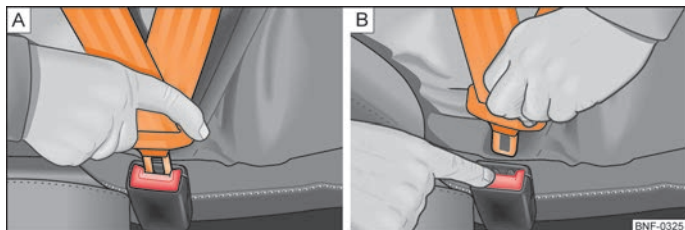

Bild 74 A - sätt i säkerhetsbältets låstunga i bälteslåset/B - lossa låstungan från bälteslåset
- Stick in låstungan i bälteslåset som hör A till stolen, tills den klickar fast hörbart ⇒ bild 74.
- Tryck in den röda knappen i bälteslåset ⇒ bild 74 - B, låstungan hoppar ut.